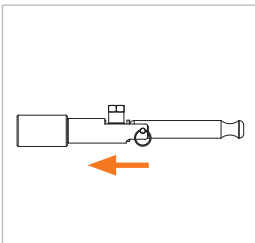

Abbildung 3
- ▶ Greifen Sie den Adapter am Grundgerät (Pos. 1) und stecken Sie ihn gerade und bis zum Anschlag in den Prüfling ein (*Abbildung 3*). Dadurch wird einer Beschädigung der Frontdichtung durch eventuell scharfe Kanten am Prüfling vorgebeugt und das richtige Anschließen gewährleistet.